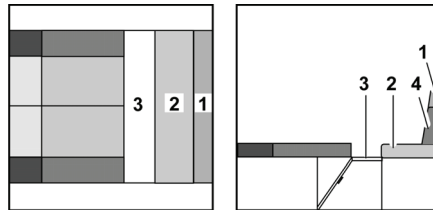
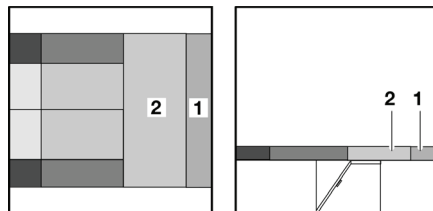

Bild 148 Während des Umbaus
Bild 149 Nach dem Umbau
- Lattenrost (Bild 148,3) ausziehen.
- Das Sitzpolster (Bild 149,2) zur Mittelsitzgruppe ziehen.
- Das Zusatzpolster (Bild 149,1) vom Rückenpolster (Bild 148,4) abziehen. Das Zusatzpolster ist am Rückenpolster mit Klettband befestigt und kann leicht abgetrennt werden.